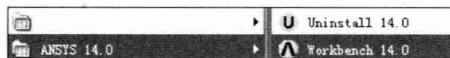

图 1-2 从开始菜单中启动
- (1) 用交互方式启动 Workbench 14.0: 在开始菜单中执行 ANSYS 14.0→Workbench 14.0 命令, 如图 1-2 所示。